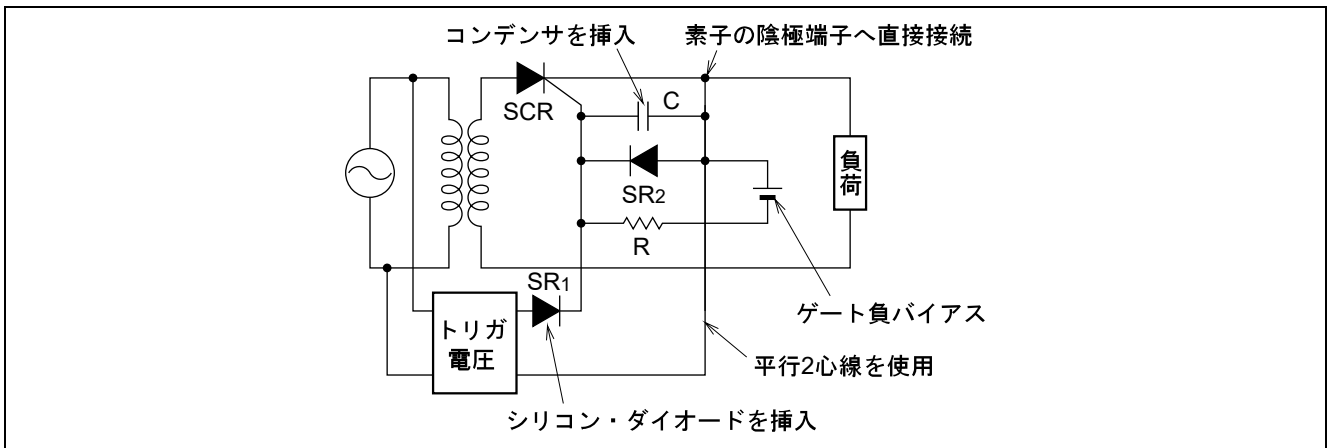

図8 トリガ回路の誤動作防止対策例
- (1) ゲートリード線に電圧が誘起しないよう、ゲートリード線を主回路電線からなるべく離す。
- (2) ゲート・陰極間にコンデンサ(0.01~0.1 μF くらい)を挿入し、雑音電圧を吸収させる。
- (3) ゲート回路配線において、主回路陰極側導線と、ゲート回路陰極側導線との共用を避け、面倒でも素子の陰極端子へ直接接続する。
- (4) ゲートリード線にシールド線を用いるか、平行2心線を用い電磁誘導が生じないか、あるいは打ち消されるように配慮する。
- (5) ゲートと直列にシリコン・ダイオードを接続し、その立ち上がり電圧(約0.7V)を利用して雑音電圧を阻止する。
- (6) ゲートを陰極に対し負バイアスし雑音電圧を阻止する。
- 以上は要約ですが、これを図によって示すと図8のとおりです。